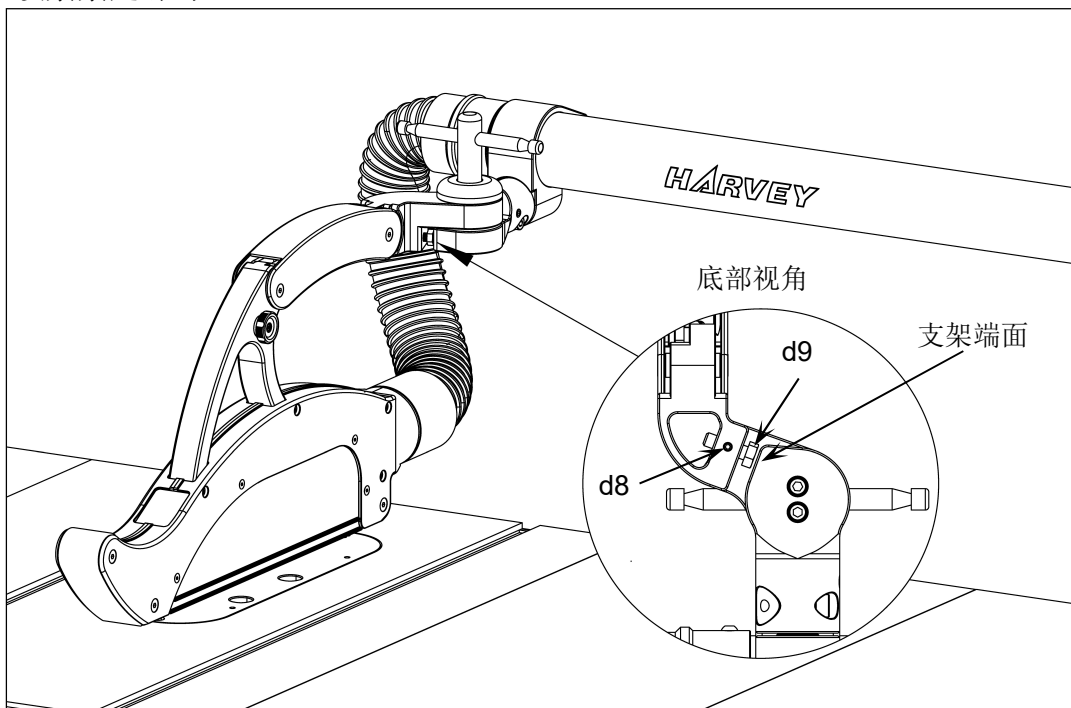

图 19
- 旋松图 19 所示紧定螺钉 M5x8（d8）；
- 旋出图 19 所示外六角螺栓 M8x25（d9），直至螺栓头部接触支架端面；